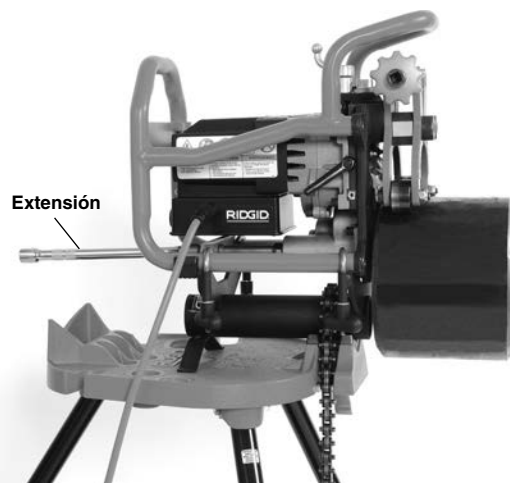

Figura 10 – Biseladora fija, con un tubo que mide menos de 12 pulg. de largo y pesa menos de 50 libras
8. Monte la extensión de 10 pulg. de largo y ½ pulg. de diámetro en el eje de funcionamiento de la biseladora (vea la *Figura 10*).
apoyar el tubo. El tubo se coloca directamente sobre el rodillo de mando y se fija con los rodillos guía (*Figura 10*).